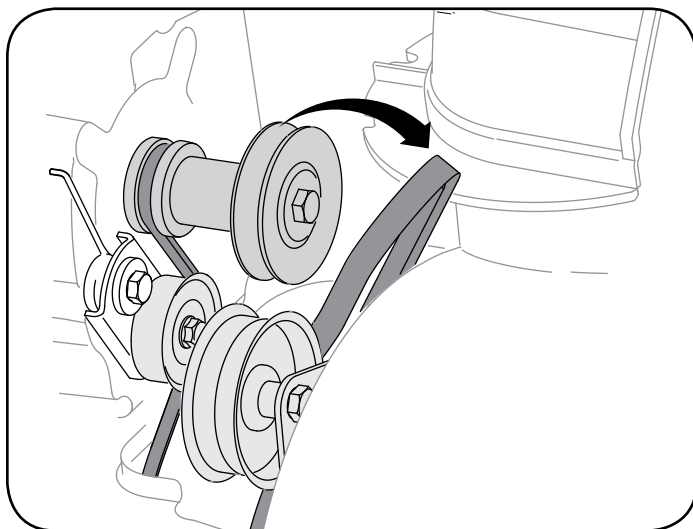

Figura 19
1. Saque la correa de la barrena fuera de la polea, tal y como se muestra en la figura 19.